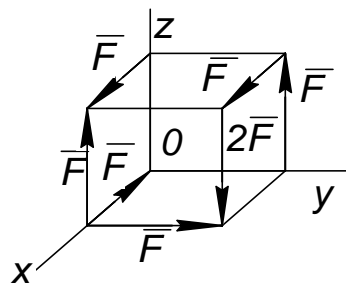

Рис.1.25
1.33. На куб действуют силы, модули и направления которых определяются соответствующими ребрами куба (рис. 1.25). Находится ли куб в равновесии?